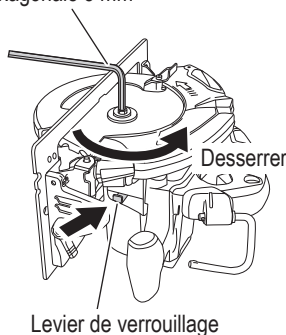

Fig. 14
- (1) Appuyer sur le levier de verrouillage, verrouiller l'arbre, et retirer le boulon à bride hexagonale et la rondelle (B) à l'aide de la clé hexagonale 5 mm. (Fig. 14)